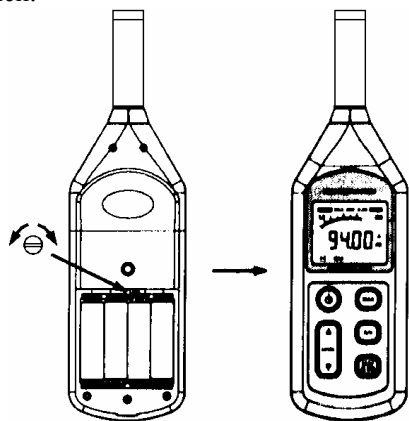

Рисунок 1
3. Включите калибратор и установите с помощью потенциометра, расположенного в отсеке батареи шумомера, согласно калибратору нужное показание уровня на ЖК-дисплее (94.0 дБ, см. рисунок 1).